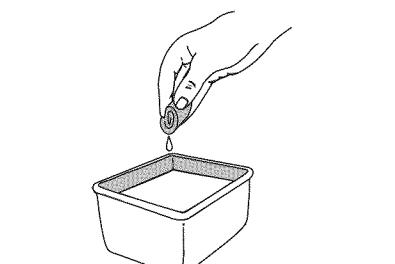

Fig. 25
- Lave el filtro con agua y detergente (Fig. 25). Enjuague bien el filtro y déjelo secar.